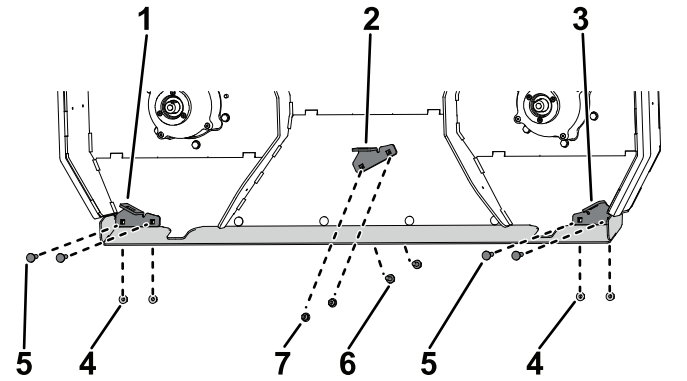

Figure 13
2. Fixez les supports de déflecteur gauches et droits sur le grand support de déflecteur et le plateau de coupe à l'aide de 4 boulons de carrosserie (5/16" x 1 1/4") et de 4 contre-écrous à embase (5/16"), comme montré à la Figure 13.
3. Fixez le support de déflecteur central sur le plateau de coupe à l'aide de 2 boulons de carrosserie à tête hexagonale (5/16" x 3/4") et de 2 écrous à embase (5/16"), comme montré à la Figure 13.